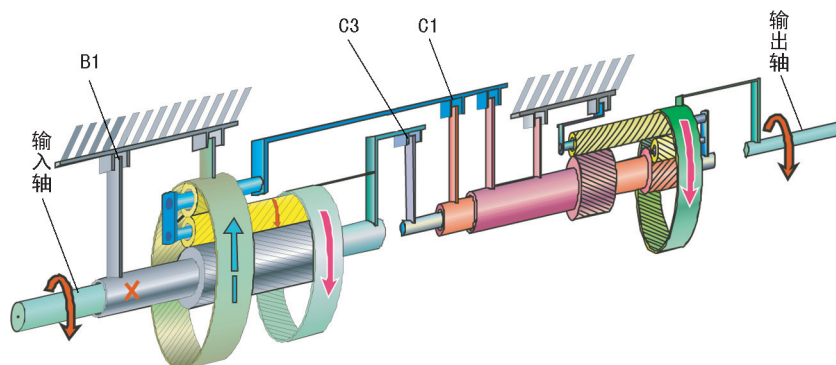
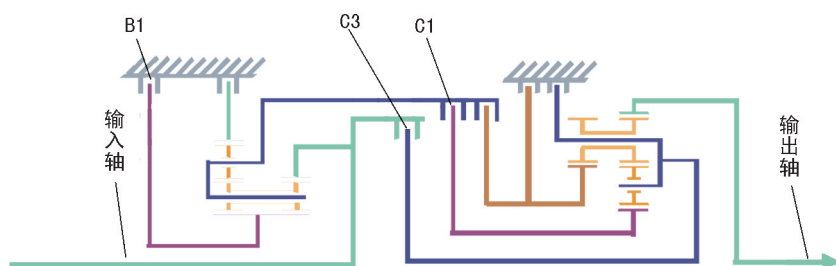

图 2-6-10 D5 档传动示意
图 2-6-11 D5 档传动原理
2) 后组拉维娜行星排。离合器 C1 接合，后排小太阳轮顺转输入，离合器 C3 接合，公共行星架也输入动力（后组 1 : 1 输出）。D5 档传动示意如图 2-6-10 所示。D5 档传动原理如图 2-6-11 所示。